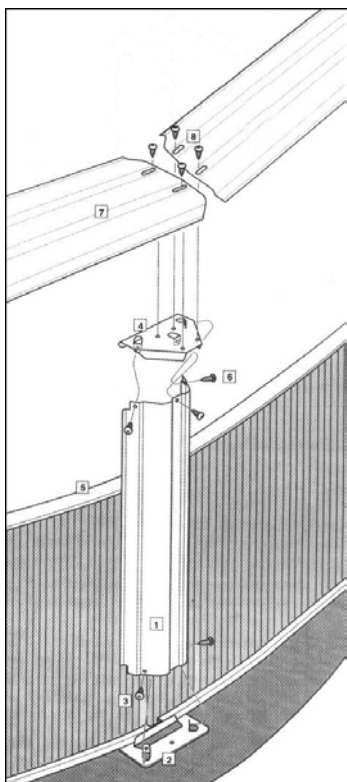

fig. 26
- Instalar un perfil superior (fig. 26) (7) colocando primero uno de los extremos sobre la placa superior. El lado exterior del perfil superior es el más alto.